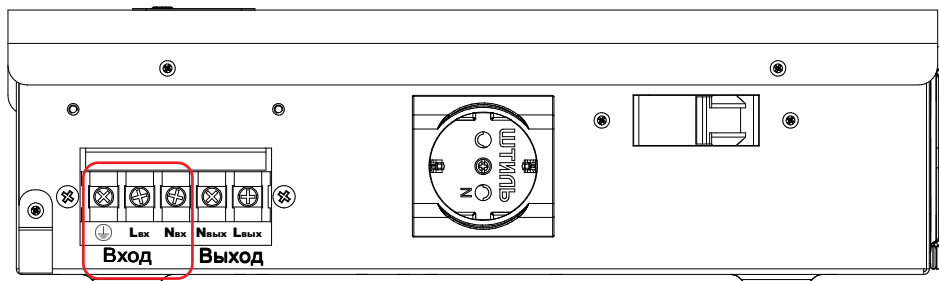

Рисунок 25. Стабилизаторы Штиль IS2500, IS3000 и IS3500. Выводы «Вход $\perp$ -L-N»
- у моделей IS2500, IS3000, IS3500, IS5000 и IS7000 с помощью выводов «Вход $\perp$ -L-N» (**рисунок 25, 26 и 27**);